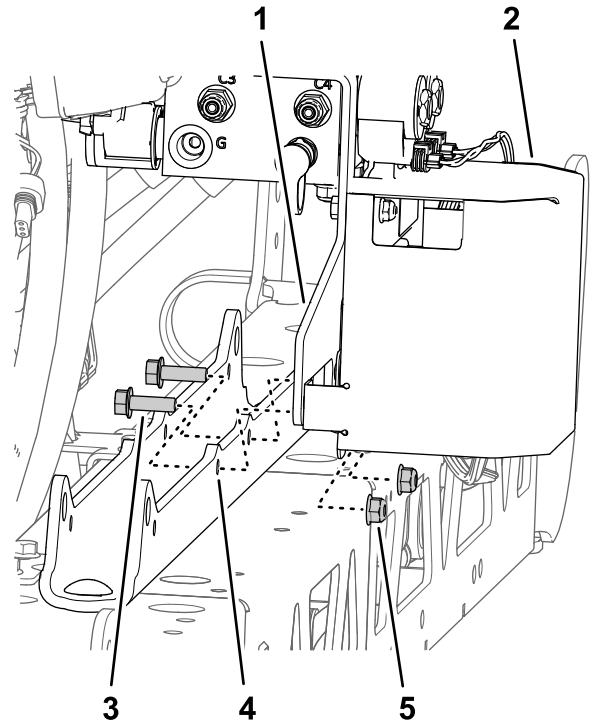

Рисунок 96
- В. Установите опорный кронштейн и кронштейн контроллера ТЕС на крепление цилиндра (Рисунок 96) при помощи 2 болтов с фланцевыми головками (5/16 x 1 дюйм) и фланцевых контргаек (5/16 дюйма), снятых при выполнении пункта 1 раздела Демонтаж коллектора подъема секции со средней секции опрыскивателя (страница 26).